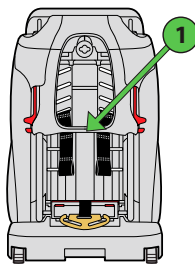

Figura 105
Pase el arnés de los hombros por debajo de la parte inferior de la funda del respaldo del asiento (1), como se muestra en la **figura 105**.